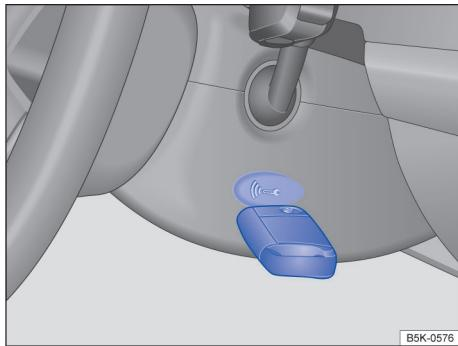

图 83 转向柱右侧：配备无钥匙闭锁/启动系统 Keyless Access (无钥匙进入系统) 车辆上的应急起动功能
- 按压起动/停机按钮后，立即将车辆钥匙置于转向柱饰板右侧 → 图 83。